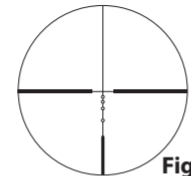
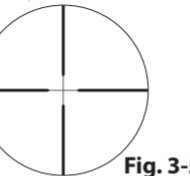
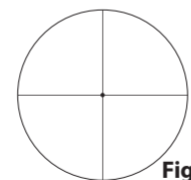
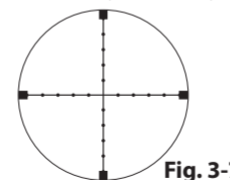

Fig. 3-4
Fig. 3-5
Fig. 3-6
Fig. 3-7
(2) Fokusering
- 1 Titta genom okularet med ögat ca 10 cm (4 tum) från okularlinsen så ser du BDC-hårkors (fig. 3-4), Duplex-hårkors (fig. 3-5), Fint hårkors med Dot (fig. 3-6) eller Mildot-hårkors (MIL-standard) (fig. 3-7). Se till att ditt öga befinner sig i rätt läge och på rätt pupillavstånd, i annat fall kan det bli "svart".
(3) Förstoring
Håll justeringsratten med fingrarna och undvik att vrida den från den inriktade skalringen. Vrid skruven på justeringsrattens ovansida moturs med den medföljande insexnyckeln **1** tills skruven går att avlägsna. Ta sedan bort justeringsratten (fig. 3-5).